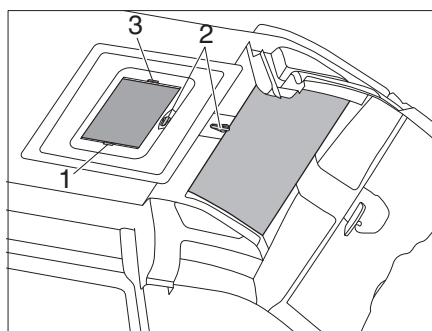

Figura 26 Claraboya de elevación a manivela con SkyRoof®
- Abrir:* ■ Girar la manivela (Figura 26,2) en sentido antihorario hasta notar una resistencia (ángulo de apertura máx. 60°, solo con Heki).
- Cerrar:* ■ Tirar el estor plegable con el tirador (Figura 26,3) y soltarlo en la posición deseada. El estor plegable se queda fijo en esta posición.
- Abrir:* ■ Empujar el estor plegable con el tirador (Figura 26,3) lentamente a la posición de salida.
- Cerrar:** ■ Tirar el tirador (Figura 26,1) de la protección contra insectos hacia el tirador (Figura 26,3) opuesto del estor plegable.